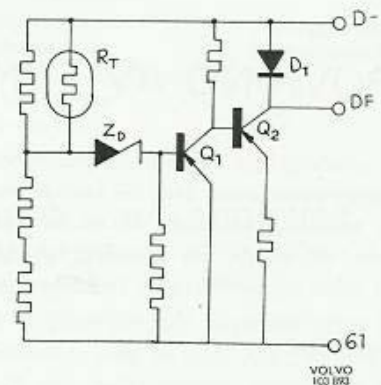

Bild 40. Transistorregulatorns inre koppling
När tändlåset slås till flyter en ström genom laddningskontrolllampan till anslutning D+ (61) på generatorm. Därifrån leds strömmen till regulatorm. I regulatorm leds strömmen via effektransistorm Q2, bild 40, till DF-uttaget på gen. Från DF-uttaget leds strömmen över två borstar och släpringar, genom fältlindningen i rotorm till jord. Då generatorm börjar rotera bildas en växelspanning i statorm. Växelspanningen likriktas i kisel-